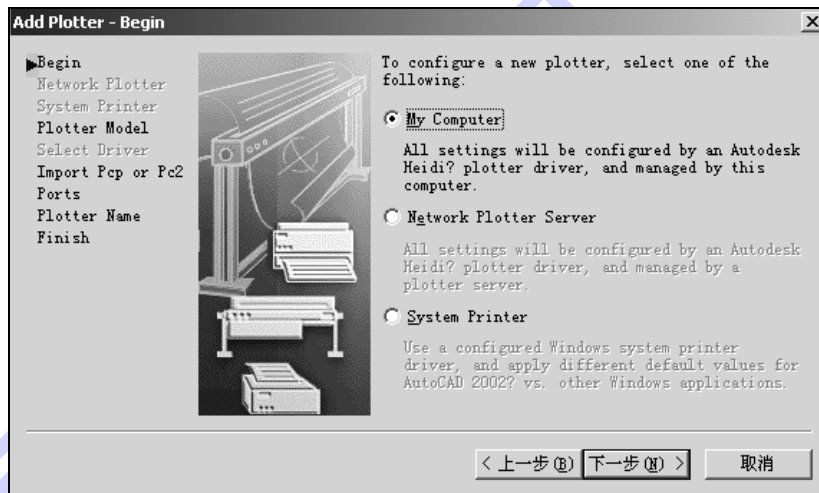

图 10-3 Add Plotter – Begin 对话框
(2) 在 Add Plotter – Introduction Page 对话框中单击“下一步”按钮，弹出如图 10-3 所示的 Add Plotter – Begin 对话框。
在 Add Plotter – Begin (如图 10-3 所示) 对话框中, 用户也可选择其他两个单选按钮以安装系统打印机或网络打印机。在配置这两种打印设备之前, 必须确定系统打印机或网络打印机已经存在。配置系统打印机和网络打印机的方法和步骤与 Windows 其他应用程序相同, 这里不再介绍。